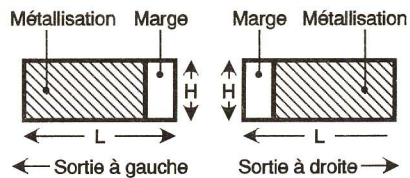

Fig 4
• Feuilles empilées (Milfeuil Thomson) : le film de polyester d'épaisseur voulue est découpé en bandes dont la largeur correspond à la longueur du condensateur à fabriquer. Elles sont métallisées en laissant une marge comme dans le cas précédent. Elles sont découpées en feuilles (**fig. 4**). Ces feuilles sont empilées, selon l'épaisseur du condensateur à fabriquer. Elles sont soumises à une forte pression de façon à chasser l'air et à bien les appliquer ensemble.